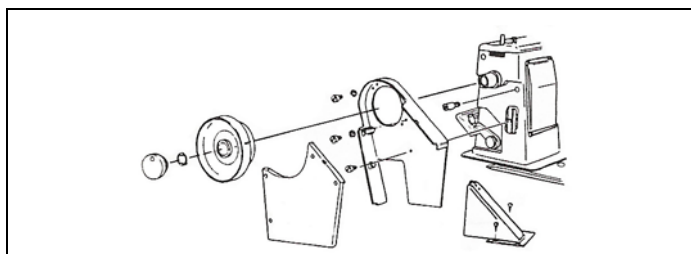

Fig. 24
19. MONTAGEM DA TAMPA DA CORREIA (Fig. 24)